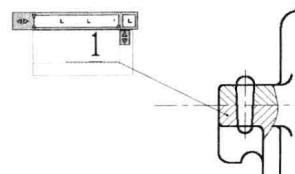

图 7-5-10
(7) 在文字标注尺寸上单击创建两个制表位，并输入序号，如图 7-5-10 所示。